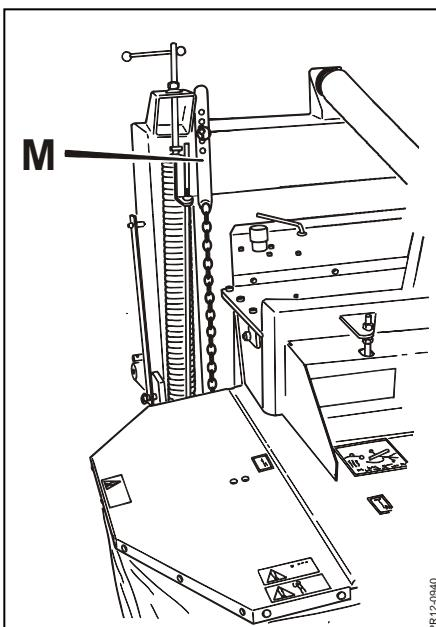

Fig. 3-9
- Fig. 3-9** 5) **Sikringskæderne, M**, indstilles med ca.  $1\frac{1}{2}$  kædeleds frigang nedefter.